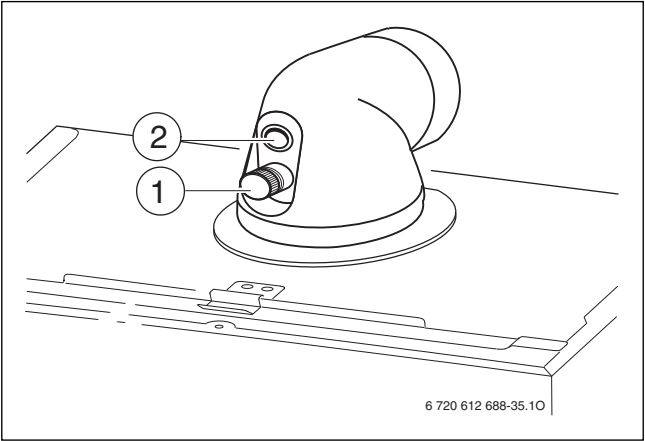

Fig. 54 Pieza de conexión para la medición de los gases de escape y pieza de conexión para la medición del aire de combustión
- ▶ Retirar el tapón en la pieza de conexión para la medición de los gases de escape (→ fig. 54).